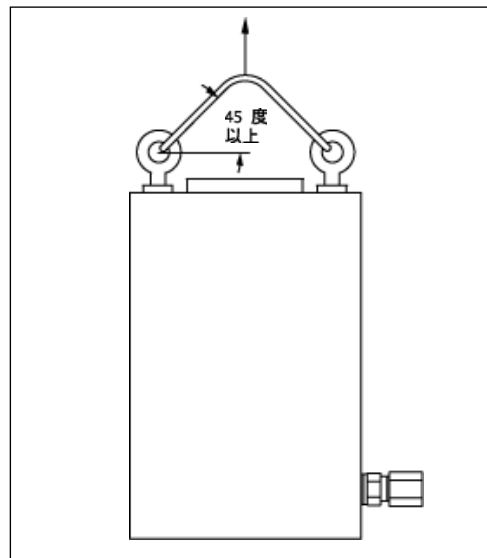

図2-シリンダの吊上げ
**警告：**シリンダを吊り上げるときは、必ずすべてのアイボルトを使用します。全アイボルトを使用しないと、シリンダが突然落下することがあります。吊上げワイヤーは水平面に対し45°以上とします。図2参照。